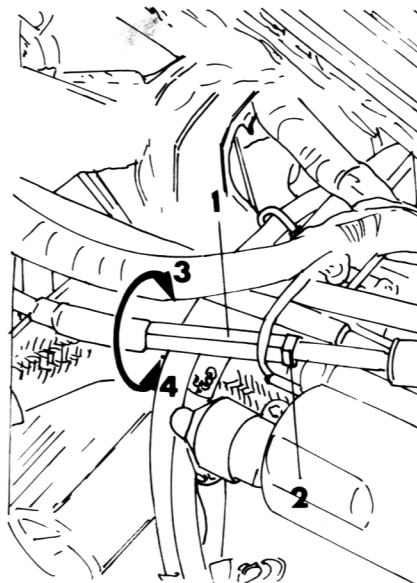

Bild 11
- Grössere Einstellungen werden am mittleren Einsteller vorgenommen. Zum Einstellen die Kontermutter lösen und den Einsteller entsprechend drehen. Die Kontermutter wieder anziehen (Bild 11).
Einstellungen am oberen Einsteller (Legende siehe Bild 11)